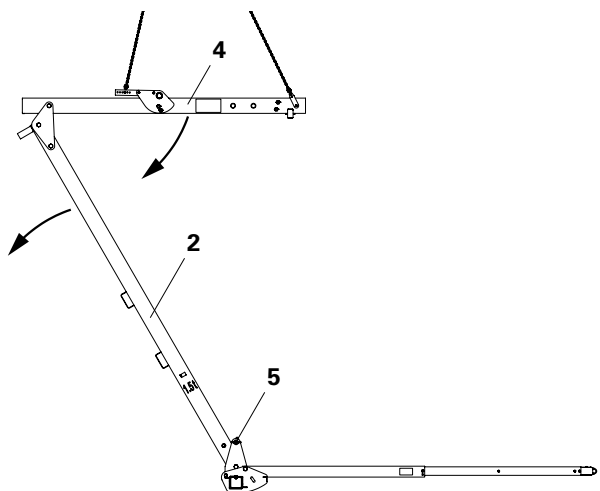

Fig. 25
1. Estrarre gli inserti a molla e togliere l'inserto (5). (Fig. 25)